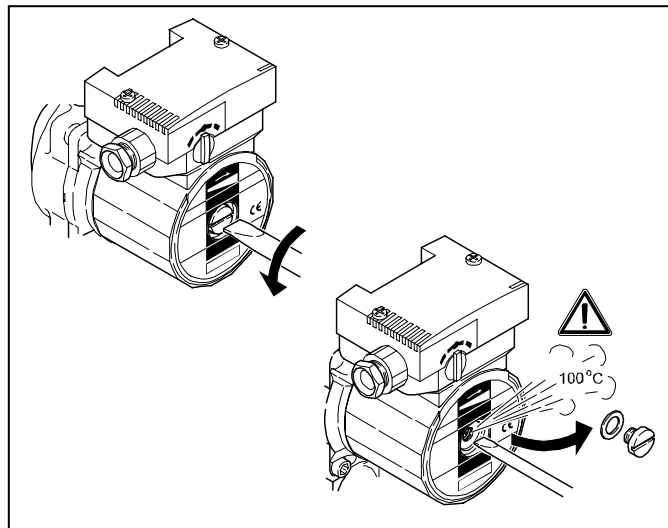

Рис. 6
- Осторожно отпустите винт для удаления воздуха и затем выкрутите его (Рис. 6).
- проверните ротор насоса вращением шлицевого конца вала с помощью отвертки или обеспечьте его ход (Рис. 6).